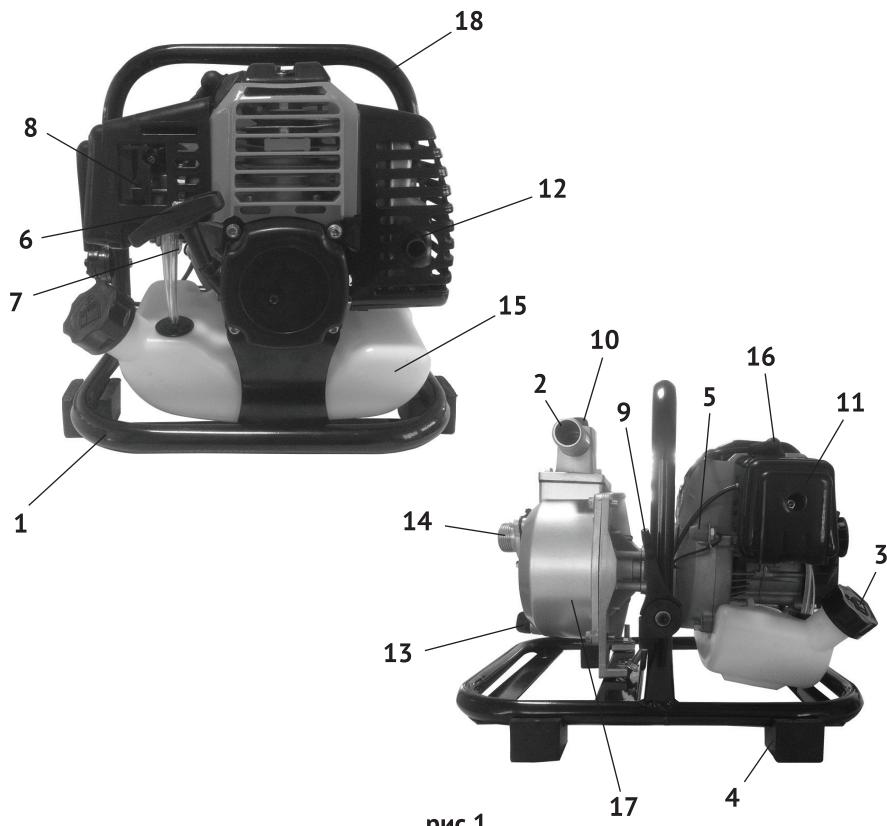

рис.1
2.4 Общий вид мотопомпы представлен на рис.1
Открутите крышку (рис.1 поз.3) топливного бака (рис.1 поз.15). Заливайте топливо в бак не более чем на 1 см ниже уровня основания заливной горловины. Перед запуском двигателя тщательно протрите топливный бак, удалив возможные при заправке брызги топлива.
Установите раму (рис.1 поз.1) мотопомпы на ровной, твёрдой поверхности. Для надёжной работы двигателя угол наклона от горизонтали не должен превышать 10°.
- нажмите 3 – 5 раз на кнопку ручной подкачки топлива - праймер (рис.1 поз.7);
- установить рычаг воздушной заслонки (рис.1 поз.8) в крайнее верхнее положение - „закрыто“ при пуске холодного двигателя, или в промежуточное положение при прогревом двигателя;
- поставьте рычаг управления дроссельной заслонкой (рис.1 поз.9) в среднее положение между холостым ходом и «Максимум»;
- резко, с усилием потяните рукоятку стартёра (рис.1 поз.6) до упора, повторите действие ещё раз, если двигатель не завёлся.
После прогрева двигателя в течение 10-40 секунд (в зависимости от начальной температуры), переведите рычаг воздушной заслонки (рис.1 поз.8) в крайнее нижнее положение - „открыто“.
Производительность насоса контролируется настройкой скорости работы двигателя. Перемещение рычага управления дроссельной заслонкой (рис.1 поз.9) в направлении «Максимум» - увеличивает производительность насоса, перемещение его в направлении холостого хода уменьшает производительность.
- передвиньте рычаг управления дроссельной заслонкой (рис.1 поз.9) в положение холостого хода;
- нажмите выключатель зажигания (рис.1 поз.5) и удерживайте его до оста-
После окончания работы удалите пробку слива воды (рис.1 поз.13) и опорожните камеру насоса. Снимите пробку заливной горловины (рис.1 поз.10) и промойте насос чистой свежей водой. Дайте воде стечь из камеры насоса, а затем установите обратно пробку заливной горловины и пробку слива воды.